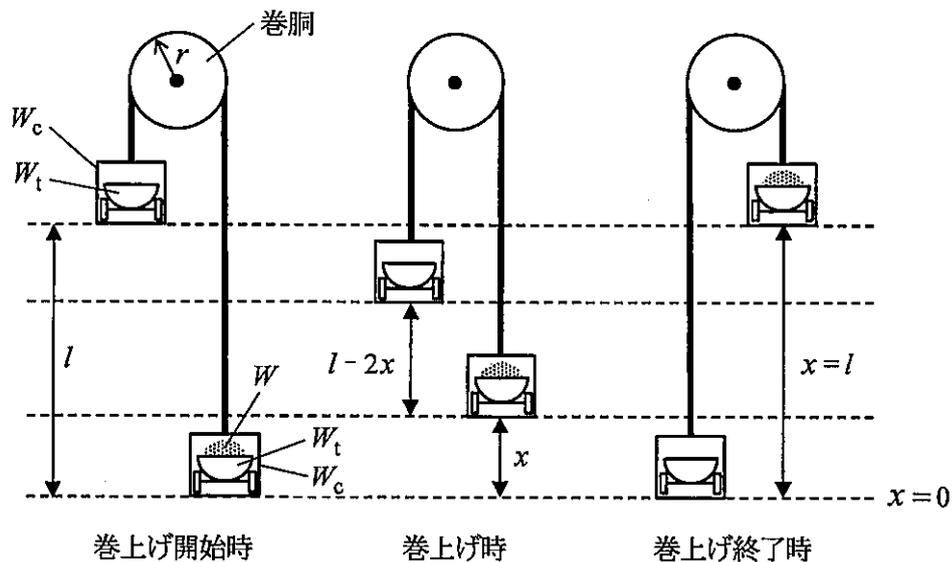

図1 平衡ケージ巻上機のケージ位置
- (1) 図1に示す平衡ケージ巻上機で、運搬車に乗せた積荷を上部へ運ぶときの動作モデルについて考える。ここで、ケージ最下点を0とした巻上げ動作中の上昇ケージの位置を x [m]、 x の最大値である巻上げ深度を l [m]、積荷の質量を W [kg]、ケージの質量を W_c [kg]、運搬車の質量を W_t [kg]、ロープの全質量を W_r [kg]、ロープの単位長さ当たりの質量を w [kg/m] とする。